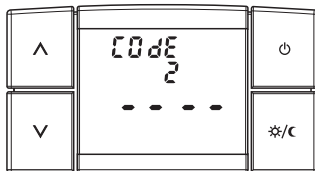

fig. 37
- l'inscription « **CoDe 2** » et « - - - - » s'il existe déjà un mot de passe (fig. 37)